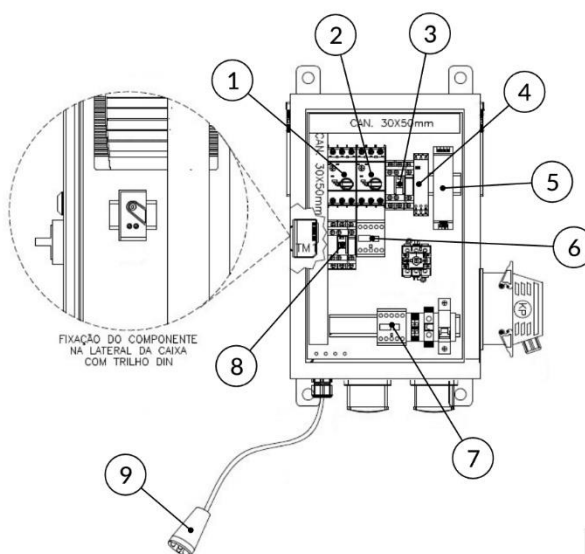
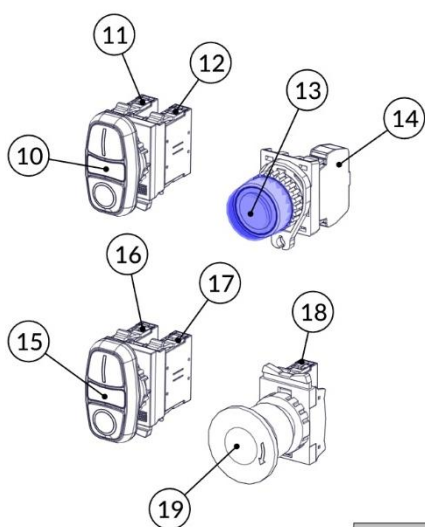

FIG. 12
FIG. 13
- c) Inspeccione todo o conjunto de comandos (contatores (FIG. 12), relé de segurança (FIG. 12), chaves de acionamentos (FIG. 13) e chicote elétrico) e verifique se há contaminação destes componentes por agentes externos agressivos ao sistema, tipo: sabão, água, insetos, etc. Verificar também a integridade dos cabos elétricos e seus terminais elétricos. Caso haja contaminação do sistema, deve-se proceder a troca do componente degradado.